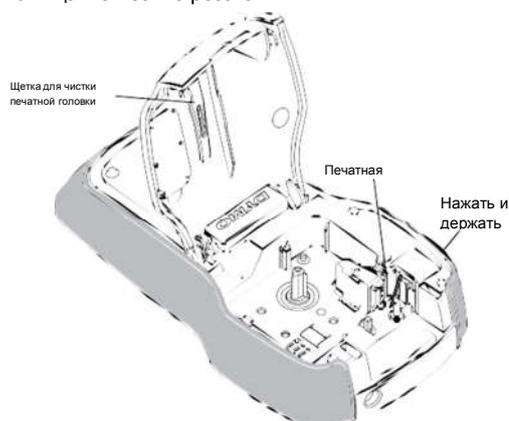

Рисунок 7
- 2 Чтобы обнажить лезвие резака, нажмите и держите в нажатом состоянии кнопку резака. См. Рисунок 7.
- 2 Извлеките щеточку для чистки печатной головки с внутренней стороны крышки отсека. См. Рисунок 7.